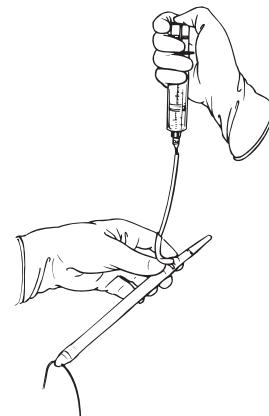

Figura 4-9
- Sostenga el cilindro desde la parte posterior y con la punta delantera hacia abajo para que la porción distal del cilindro se llene primero (**Figura 4-9**).